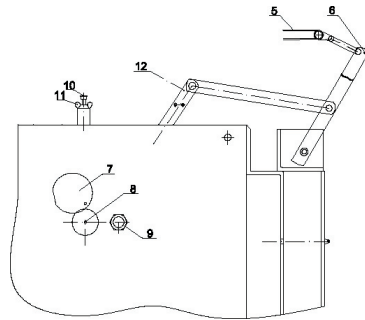

Abb. 8
Als erstes wird das Kleinschutzgitter entfernt. Dann wird der Deckel entfernt (Bild 8, Pos. 7), und die Trommel in jene Position gedreht, die das Ablösen der Schraube an der Trommel ermöglicht (Pos. 8). Bevor die Schraube abgelöst wird, muss der Bremshebel (Pos. 1 Bild /7 in die Position "AUS" eingestellt werden.
Mit dem Zug an der grünen Schnur (Pos. 5) nimmt der Hebel 12 die Position EIN (Bild 8) ein. Das Drahtseil beginnt sich auf die Trommel aufzuwickeln. Sobald man diese Schnur loslässt, bleibt das Drahtseil stehen und die Bremse hält sofort die Trommel an und damit auch die Last zurück.
Nachdem das Dynamometer (od. Waage) befestigt an der grünen Schnur befestigt wurde, wird an der Schnur (Pos. 5, Bild 8) mit einer Kraft von 350 N (35 kg) gezogen, dabei lehnt sich der Kupplungshebel an das Gestell an, welches weiteres Bewegen des Hebels blockiert. Wenn die eingesetzte Zugkraft zu klein ist, wird die Mutter (Pos. 9, Bild 8) nach rechts gezogen, dabei lehnt sich der Kupplungshebel an das Gestell an, welches weiteres Bewegen des Hebels blockiert und wird so lange nachgezogen, bis die erforderliche Kraft erreicht wird, bzw. der Hebel Pos. 6 vom Gestell abbrückt. Danach muss die Mutter minimal nach links gelöst werden. Dadurch ist die Kupplung eingestellt.
Mit der Schraube (10) und Flügelmutter (11) (Bild 8) wird die Vorbremse eingestellt. Durch richtige Einstellung wird zugesichert, dass sich das Drahtseil nicht von selbst bzw. zu schnell von der Trommel abwickelt. Das würde sonst, bei einer schnellen Entlastung der Bremse und zu schnellem Abwickeln, das Drahtseil beschädigen. Die Vorbremse ist richtig eingestellt, wenn das Seilabwickeln ohne größeren Kraftaufwand möglich ist.